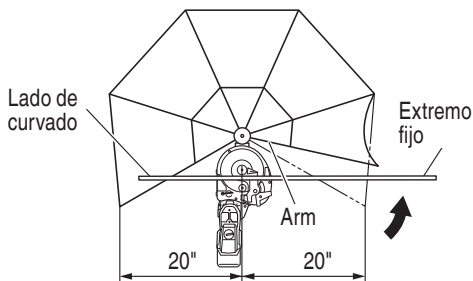

Fig. 51
- Instale el protector de desviación para operar con una longitud de curvado de varilla de 20" (diámetro interior del protector de desviación) o menos, con el fin de proteger a las personas que se encuentran cerca de la cortadora/curvadora contra los fragmentos que podrían salir despedidos durante el curvado. (Fig. 51)
- (2) Asegúrese de instalar el protector de desviación cuando curve una varilla con una longitud de curvado de 20" (diámetro interior del protector de desviación) o menos, y una longitud de fijación de más de 20". En este caso, mueva el brazo en el lado de fijación, tal como se muestra abajo. (Fig. 51)